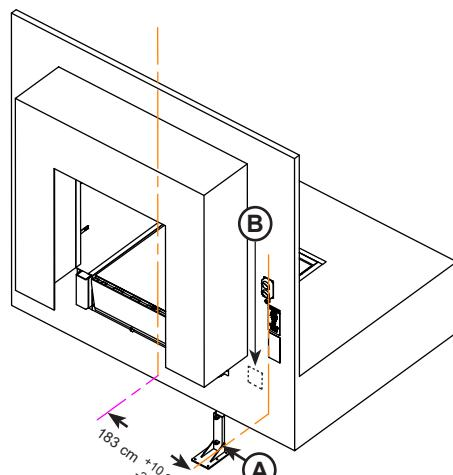

Figure 19
1. Placer le centre du poteau de montage (**A**) à la distance indiquée sur le plan, mesurée à partir du centre du niveauur de quai ainsi que de la façade du bâtiment. Voir **figure 19**. Cette dimension est généralement de 183 cm (72 po). Vérifier les détails sur le plan ou adresser toute question au service technique. Cet espacement peut s'écartez de +10 cm (4 po) à -2,5 cm (1 po).